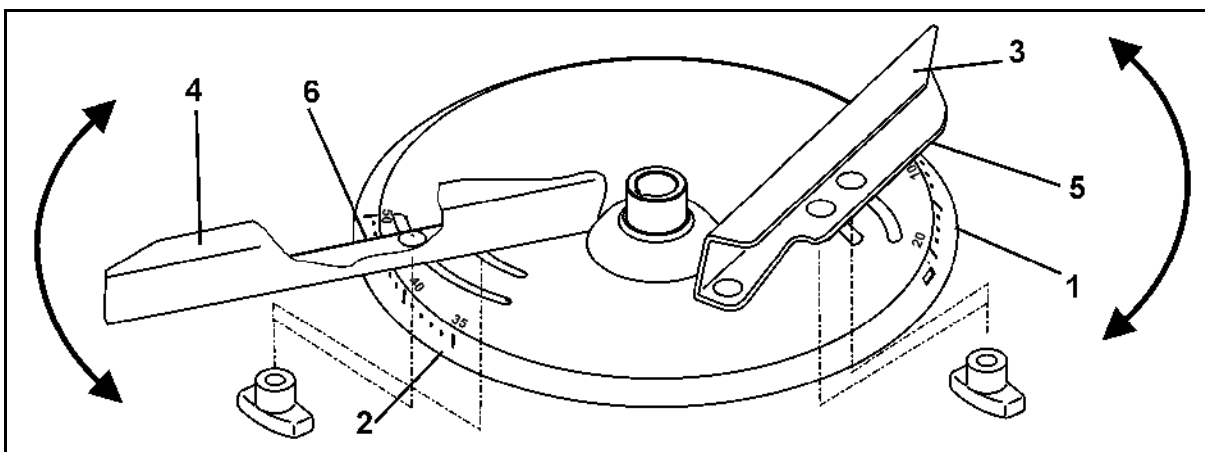

Fig. 72
Pentru reglarea exactă și fără scule a poziției fiecărei palete, pe fiecare disc de împrăștiere sunt amplasate două scale diferite, fără posibilitate de confuzie (Fig. 72/1 și Fig. 72/2).
- Paletelor de împrăștiere mai scurte (Fig. 72/3) îi este atribuită scala (Fig. 72/1) cu valori între 5 și 28, iar paletelor de împrăștiere mai lungi (Fig. 72/4), scala (Fig. 72/2) cu valorile între 35 și 55.
- o Pentru paleta de împrăștiere scurtă (Fig. 72/3) citiți valoarea de reglare pe muchia de citire (Fig. 72/5).
- o Pentru paleta de împrăștiere lungă (Fig. 72/4) citiți valoarea de reglare pe muchia de citire (Fig. 72/6).
- Rabatarea paletelor de împrăștiere la o valoare numerică mai mare pe scala (Fig. 72/1 resp. Fig. 72/2) va avea ca efect o mărire a lățimii de lucru.